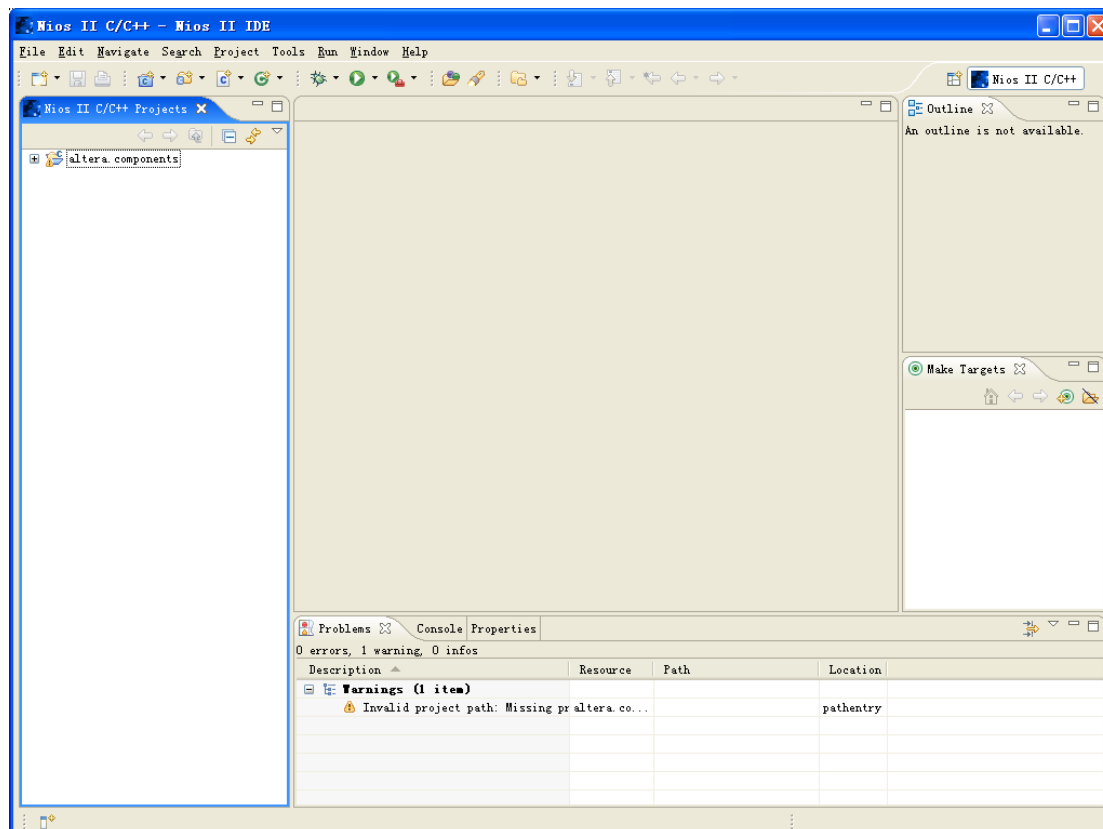

图 6-11 Nios II IDE 的主界面
15. 自动重启 Nios II IDE 后，会进入 Nios II IDE 的主界面，如图 6-11。